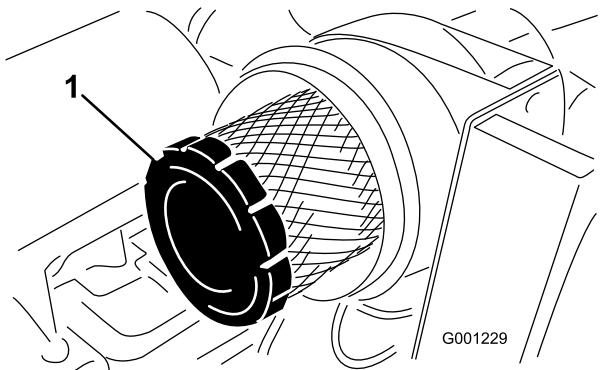

Figura 48
4. Retire e substitua o filtro primário (Figura 48).